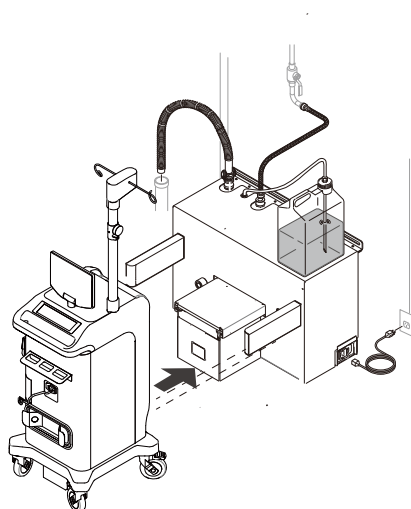

Figure 29 Exécution du cycle de lavage
3. Appuyez sur le bouton ARRÊTER L'ASPIRATION (sur l'écran de commande principal pour arrêter l'aspiration du liquide (Figure 29).